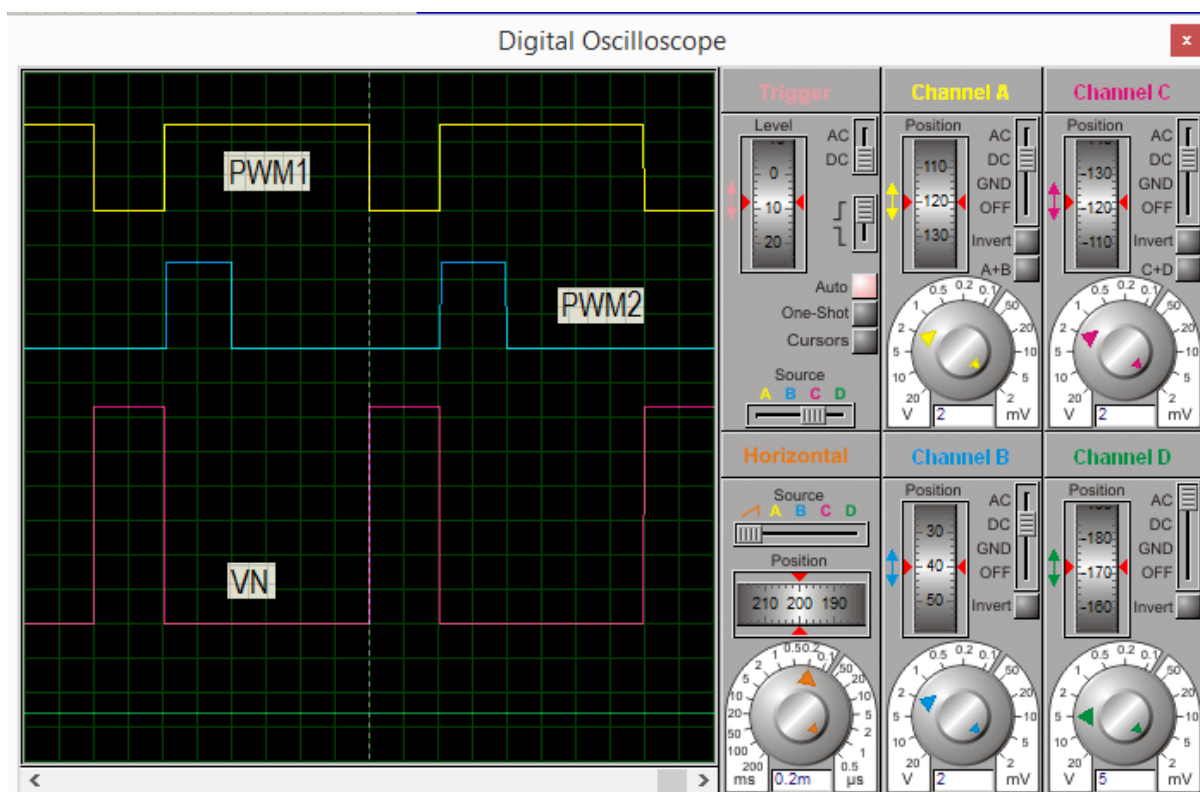

Рис.9.7. Осциллограммы сигналов
5. Настроить цифровой осциллограф (рис.9.7):
- регулировкой *Position* сместить осциллограммы как показано на рис. 9.7.